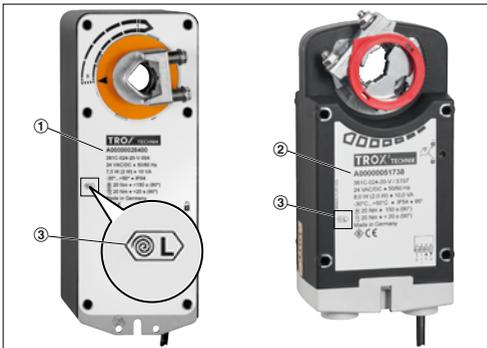

Abb. 1: Antriebe (alt)
Diese Anleitung beschreibt den Austausch der Stellantriebe Artikel-Nr. A00000028400 und A00000051738, (Abb. 1/1 + 2).
3. ▶ Am defekten Stellantrieb die Montage-seite (L oder R) prüfen und notieren, z.B. durch Markierung am Antrieb, siehe (Abb. 1/3).